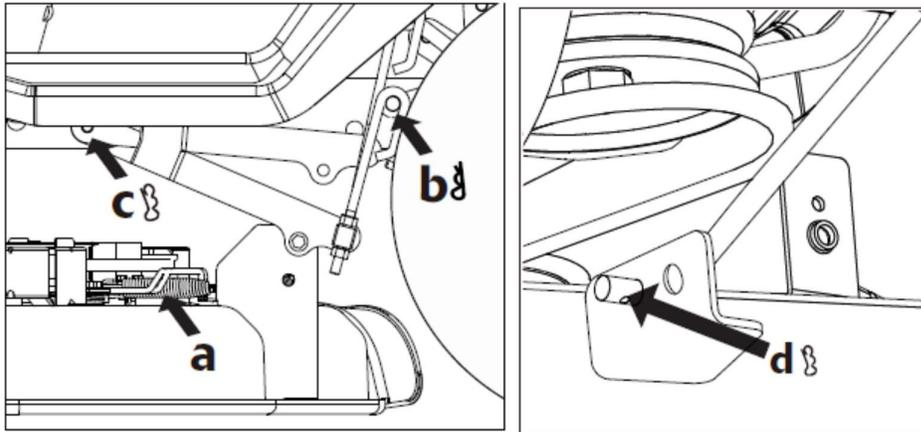

Fig.25A Fig.25B
4. Desconecte el muelle del cable (a, Fig. 25A) que conecta la plataforma al tractor.
5. Retire los 5 pines de enganche, 2 a la izquierda (b y c, Fig. 25A), 2 a la derecha (la misma posición que se muestra a la izquierda) y 1 en la parte delantera (d, Fig. 25B) que aseguran la plataforma en su lugar.